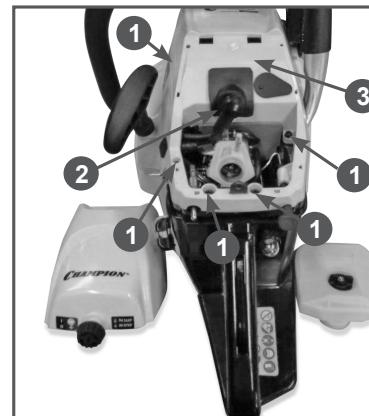

Рис. 23 Очистка охлаждающих ребер цилиндра
Для очистки охлаждающих ребер цилиндра (Рис. 23) необходимо сделать следующее:
5. Выкрутите 5 винтов 2 крепления крышки цилиндра 3 и снимите крышку цилиндра (Рис. 23В).
7. Очистите ребра цилиндра 4 (Рис. 23В) мягкой щеткой или продуйте сжатым воздухом.